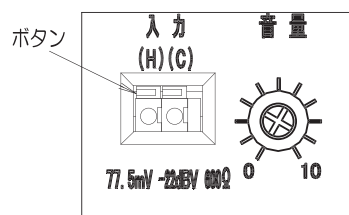

図4
- 電線の接続、取り外しは差し込み穴の上のボタンを押しながら電線を差し込み、引き外しをするだけで容易に行なえます。（図4参照）